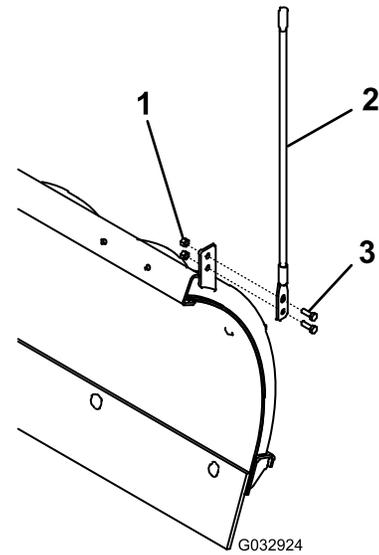

Bild 12
1. Befestigen Sie die Schneeschildführungen mit vier Schrauben ($\frac{5}{16}$ ") und vier selbstverriegelnden Muttern am Schild (Bild 12).